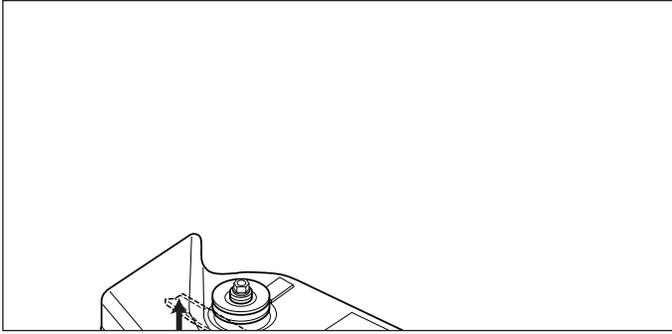
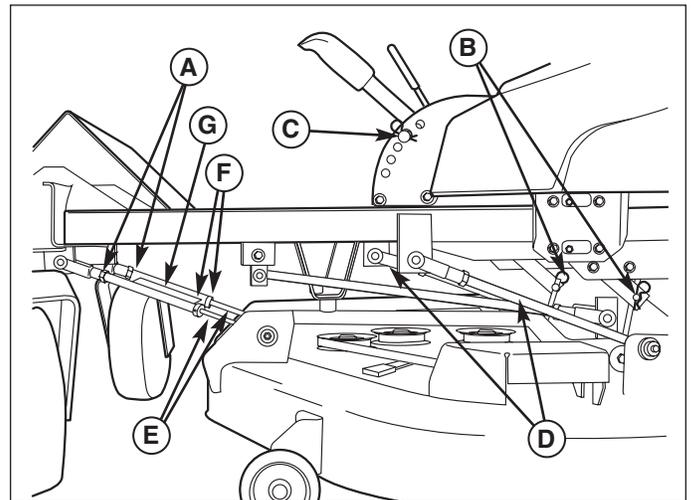

Figure 27. Orienter les lames d'un côté à l'autre
Figure 29. Mise à niveau de la tondeuse
3. Placez la goupille de hauteur de la tondeuse dans le 4e trou en partant du bas (C, Figure 29). Arrangez les lames extérieures de la tondeuse de sorte qu'elles pointent d'un côté à l'autre (Figure 27).
4. Mesurez la distance entre les pointes extérieures de chacune des lames et le sol (Figures 27 et 28). Si l'écart entre les deux côtés est supérieur à 3 mm, passez à l'étape 5. Si l'écart est inférieur à 3 mm, passez à l'étape 6.
5. Utilisez les tiges de nivellement arrière (B, Figure 29) pour régler le nivellement du capot d'un côté à l'autre. Répétez l'étape 4 si besoin.
8. Vérifiez la longueur des tiges suspendues : l'arrière (D, Figure 29) doit se trouver à 38,1 cm et n'est pas réglable. Les tiges avant (E) doivent être initialement réglées à 37,5 cm. Pour ajuster l'inclinaison du capot de la tondeuse, réglez uniquement les tiges d'inclinaison avant.
9. Pour abaisser la partie frontale du capot, desserrer les colliers (F, Figure 29) et glissez-les vers le capot, desserrez les contre-écrous (A) et réglez les chapes vers l'extérieur. Inversez le réglage pour surélever la partie frontale de la tondeuse. Assurez-vous de surélever ou d'abaisser les deux chapes à la même hauteur.
3. Placez la goupille de hauteur de la tondeuse dans le 4e trou en partant du bas (C, Figure 29).
1. Placez la goupille de hauteur de la tondeuse en position de 11,4 cm (C, Figure 29).